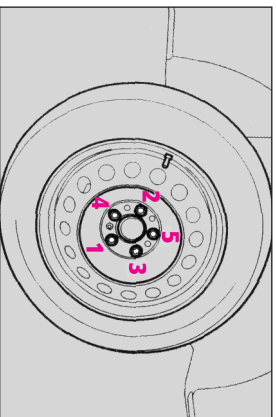

fig.8
-cu ajutorul cheii, strângeți complet suruburile în ordinea indicată în (fig. 8).